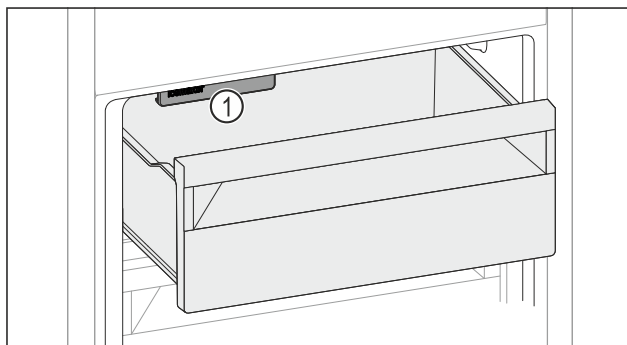

Fig. 207
- Uzmite u obzir IceMaker Fig. 207 (1).